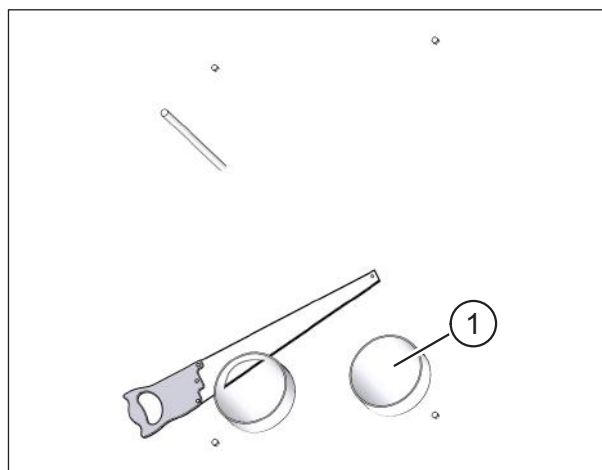

Рис. 27: укоротить вентиляционные трубы по длине
- ▶ Укоротите вентиляционные трубы (поз. 1 на рис. 27) на внутренней стене таким образом, чтобы они заканчивались вровень с внутренней штукатуркой.